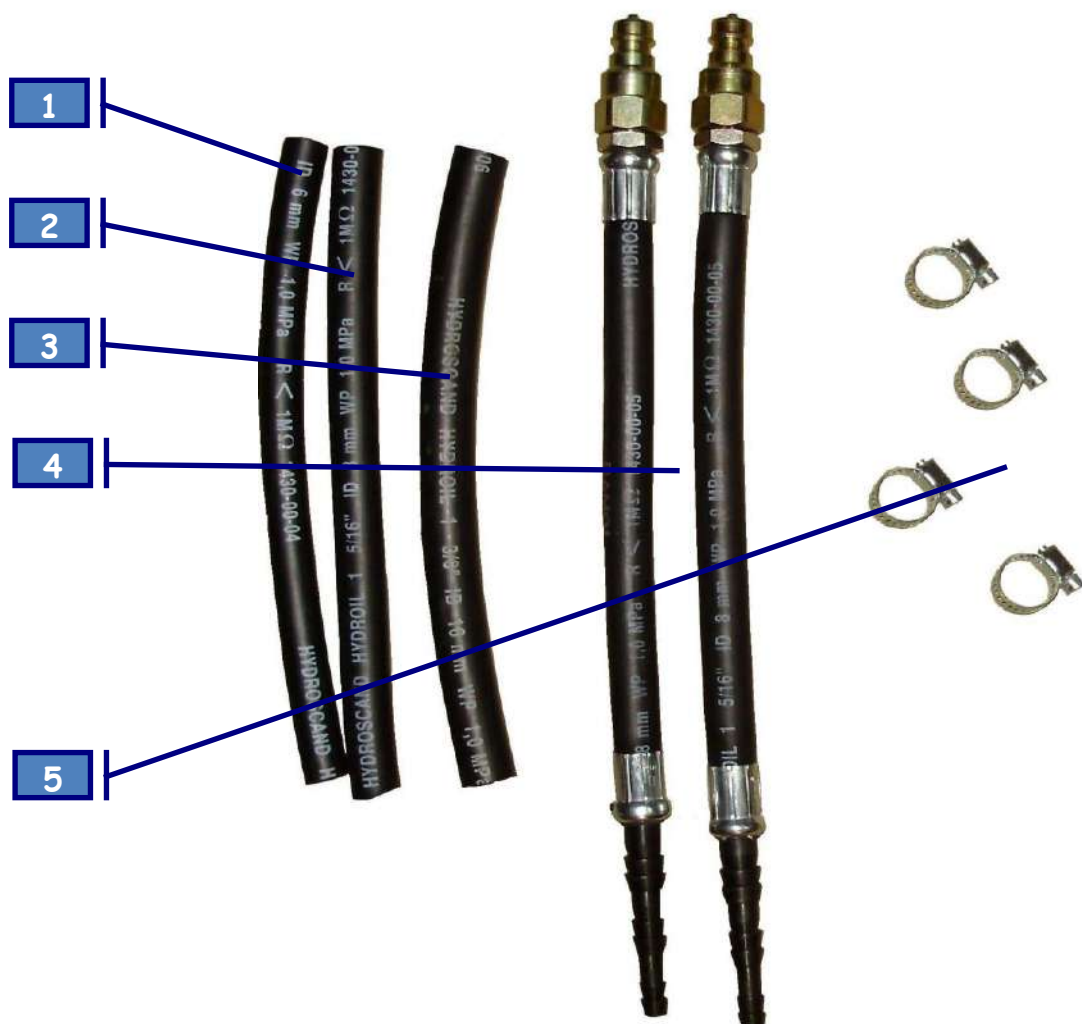

Рис. 1
- 2, 3 – БРС (Быстро Разъемное Соединение) для подключения к АКПП через адаптеры (п.4 рис.1).
2. В образовавшийся разрыв подсоединить Универсальные адаптеры (п.4 рис.1).
3. Соединения закрепить хомутами (п.5 рис.1).